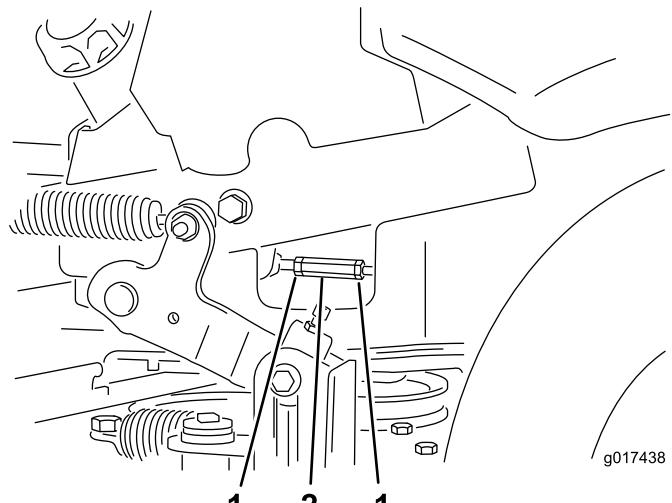

**Bild 61**
4. Richten Sie die Hebel in Längsrichtung aus. Bringen Sie die Hebel zuerst in der Neutral-Stellung zusammen und schieben Sie die Hebel dann so lange, bis sie ausgerichtet sind. Ziehen Sie dann die Schrauben an (Bild 61).